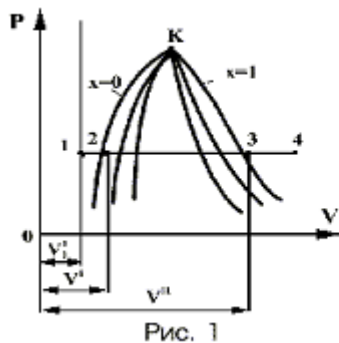

Рис. 1
22. В каком из газовых процессов работа не совершается (показать на рис. 1)?
24. В каком из газовых процессов работа совершается за счет изменения внутренней энергии? (Показать на рис. 1.)
1. Соотношение параметров для термодинамического газового процесса, показанного на рис. 1 цифрой 3.
2. Соотношение параметров для термодинамического газового процесса, показанного на рис. 1 цифрой 4.
3. Соотношение параметров для термодинамического газового процесса, показанного на рис. 1 цифрой 5.
4. Соотношение параметров для термодинамического газового процесса, показанного на рис. 1 цифрой 2.
5. Соотношение параметров для термодинамического газового процесса, показанного на рис. 1 цифрой 1.
6. В каком из газовых процессов, показанных на рис. 1, показатель политропы равен 0?
7. В каком из газовых процессов, показанных на рис. 1, показатель политропы равен ∞ ?
8. В каком из газовых процессов, показанных на рис. 1, показатель политропы равен $1 < n < K$?
9. В каком из газовых процессов, показанных на рис. 1, показатель политропы $n = K$?
10. В каком из газовых процессов, показанных на рис. 1, показатель политропы равен 1?
11. Чему равен показатель политропы для газового процесса, обозначенного на рис. 1 цифрой 5?
12. Чему равен показатель политропы для газового процесса, обозначенного на рис. 1 цифрой 4?
13. Чему равен показатель политропы для газового процесса, обозначенного на рис. 1 цифрой 3?
15. Чему равен показатель политропы для газового процесса, обозначенного на рис. 1 цифрой 1?
16. Как рассчитать работу за процесс, показанный на рис. 1 цифрой 3?
17. Как рассчитать работу за процесс, показанный на рис. 1 цифрой 4?
18. Как рассчитать работу за процесс, показанный на рис. 1 цифрой 5?
19. Как рассчитать работу за процесс, показанный на рис. 1 цифрой 2?
3. Для какого из газовых процессов значение α равно 1? (Показать на рис. 1.)
4. Для какого из газовых процессов значение α равно 0? (Показать на рис. 1.)
5. Для какого из газовых процессов значение $\alpha = \infty$? (Показать на рис. 1.)
6. Для какого из газовых процессов значение $1 = K \alpha$? (Показать на рис. 1.)
4. Показать участок на рис. 1, соответствующий нагреву воды от 273К до температуры кипения.
5. Показать участок на рис. 1, соответствующий процессу парообразования от начала кипения до получения сухого насыщенного пара.
6. Показать участок на рис. 1, соответствующий процессу перегрева пара.
5. Показать на рис. 1 область, где скорость истечения меньше критической.
6. Показать на рис. 1 область, где скорость истечения равна критической.
4. Показать на рис. 1 площадь, эквивалентную работе, затраченной за цикл компрессорной холодильной установки.